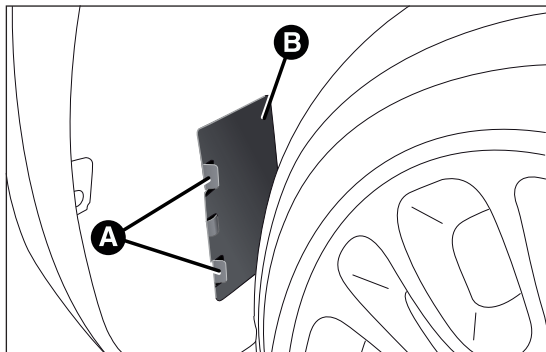

fig. 136
- ☐ actuar en las lengüetas A y retirar la tapa B fig. 136;